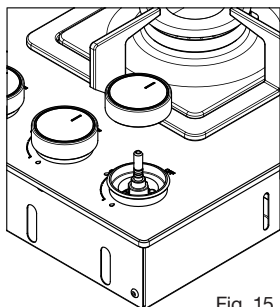

Fig. 15
2. Retire la perilla del control halando hacia arriba (Ver fig. 15).